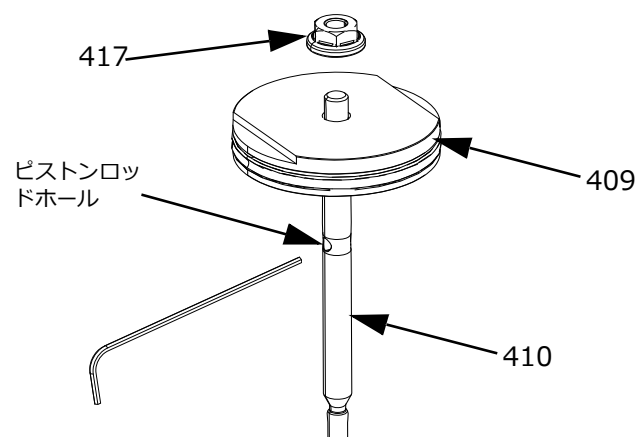

図 19
6. ボールシートチップアセンブリのあるバルブの場合 (図 19):
- a. ピストンロッド (410) の貫通穴に六角レンチを入れ、7 mm ソケットまたはレンチを使ってナット (417) のネジを緩めます。